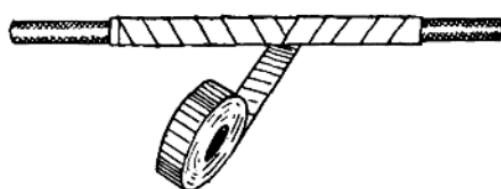

图 4 导线接头处缠绕胶布的方法
3. 接头处绝缘包扎 导线接头的地方，要用绝缘胶布包扎好。图 4 表示绝缘胶布包扎接头的方法，使每圈胶布压上前一圈的一半，第一层绕完后，再朝相反方向绕第二层。包扎时，要用力拉紧，使胶布包卷得紧密结实，粘结在一起。